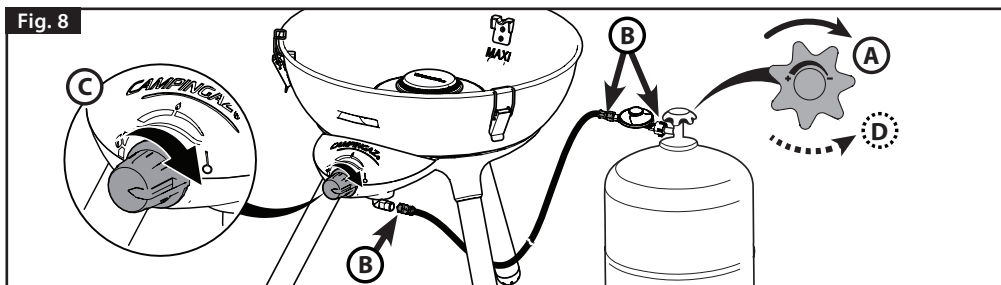

Fig. 9
Verwendung des Geräts als Grill (Abb. 9-A / B)
1. (Abb. 9-ii) Füllen Sie das Auffangbecken bis zum "MAXI" (MAXIMAL)-Pegel mit Wasser auf (Markierung an der Wand des Auffangbeckens).
2. (Abb. 9-ii) Setzen Sie den Rost (5) ein, sodass seine drei Füße auf den Stützen an der Wand des Auffangbeckens liegen.
3. (Abb. 9-ii) Stellen Sie den Wärmeverteiler (4) auf den Rost, damit er mit dem Rand auf den Aussparungen der Rostfüße sitzt.
4. Stellen Sie eine der Grillplatten (Grillblech (2) oder Gitterrost (3)) auf den Rost (5), damit er mit dem Rand auf den Aussparungen der Rostfüße sitzt.
Platzierung des Grillblechs (2) (Abb. 9-A)
Die drei Füße auf dem Rost (5) müssen ausgerichtet mit und eingefügt in die drei Schlitzte um den Rand des Grillblechs sein (2) (Abb. 9-i).
Platzierung des Gitterrosts (3) (Abb. 9-B)
Vergewissern Sie sich, dass der Gitterrost (3) in eine Position gedreht ist, dass das Distanzstück in U-Form richtig auf den Füßen des Rosts (5) sitzt (Abb. 9-iv).
Verwendung des Geräts als Kocher (Abb. 9-C)